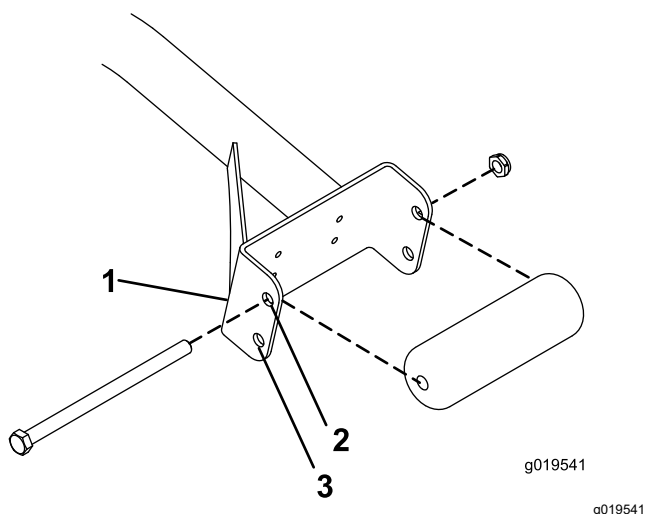

Figure 3
- Pour les plateaux de coupe de 69 cm, les rouleaux doivent être montés dans les trous de fixation supérieurs des profilés du support (Figure 3).
- Pour les unités de coupe de 81 cm, les rouleaux doivent être montés dans les trous de fixation inférieurs des profilés du support (Figure 3).